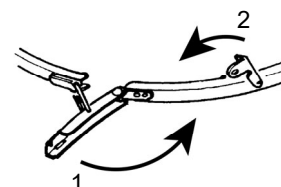

Fig.4
- 5) バンドを締めて蓋をペール缶に固定してください。(Fig.4)